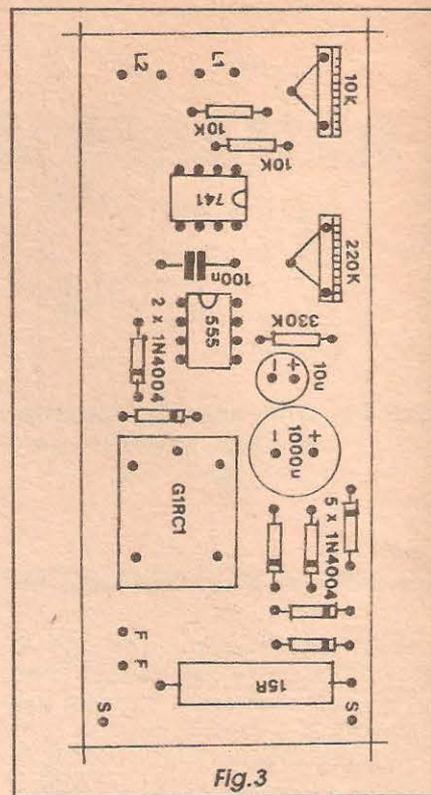

Fig.3
- FIG. 3 - CHAPEADO DA MONTAGEM - Tirando o alto-falante, os LDRs, o transformador de força, rabicho e interrup-